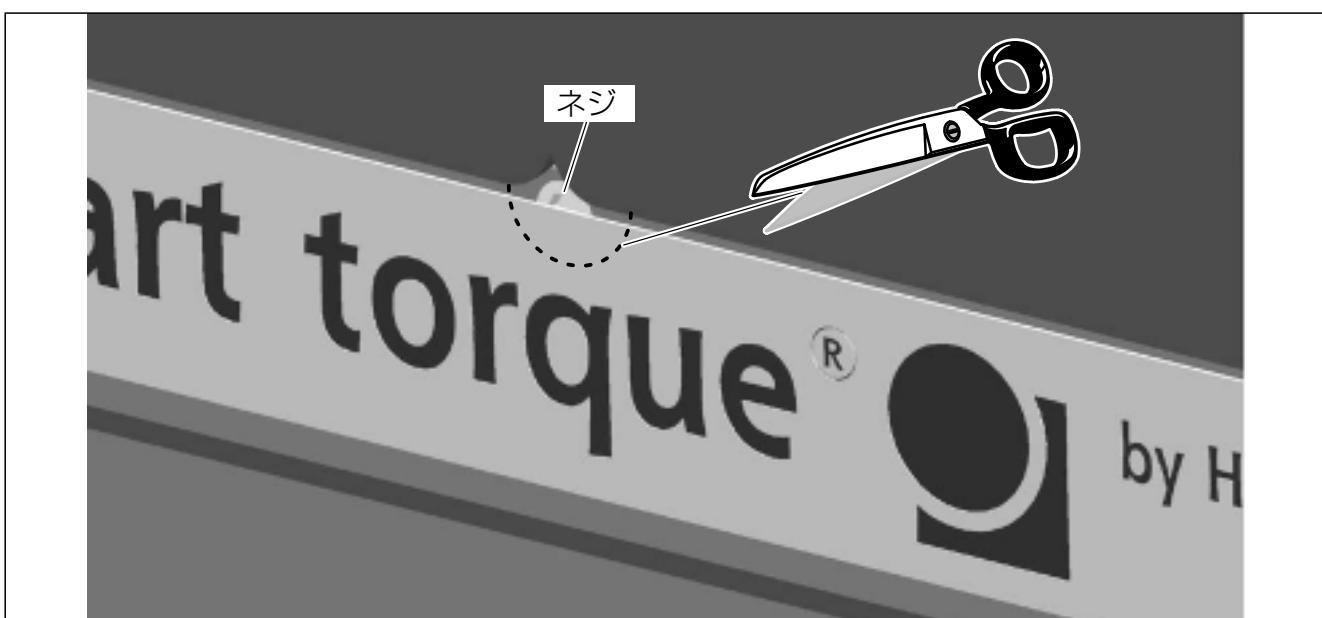

図6.5：フィルムの切り取り
- 以下は100N·m～3kN·mの定格のトルク計にて接触保護カバーのオーダーをいただいた場合です。留めネジのためにタップが切られた穴はフィルムによっておおわれています。このフィルムを少なくとも6mmの半円に切ってください。(図6.5参照) ステータの両サイドにあるタップが切られた穴からネジを取り除いてください。後で保護カバー止めのネジを別途この穴に挿入する必要があります。
スペーサーの赤い線は、軸方向の位置合わせに使用します。トランスマッターヘッドの外側の端が、赤い線と一直線になるように、スペーサーの位置を合わせます。(図6.5参照)